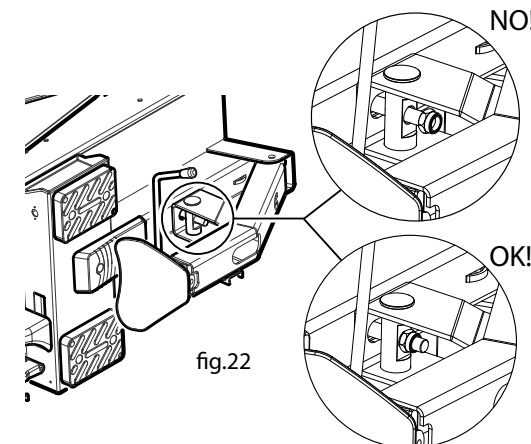
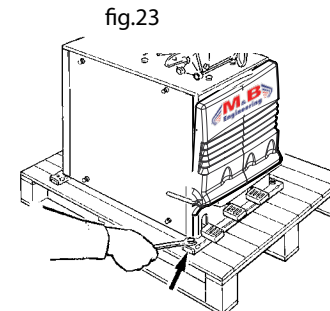

fig.22
fig.23
when installing the machine make sure that the nut is correctly fastened in the bead breaking cylinder rod as shown in the figure 22, an incorrect mounting compromises the functioning and represents a danger for the operator.
Pendant l'installation de la machine s'assurer que l'écrou soit vissé correctement dans la tige du cylindre détalonneur comme indique la figure 22. Un montage incorrect préjuge le fonctionnement et représente un danger pour l'opérateur.
Bei der Installation der Maschine sicherstellen, dass die Mutter richtig im Abdrückzylinderschaft eingeschraubt ist, wie in der Abb. 22. Eine unrichtige Montage beeinträchtigt den Betrieb und bringt den Bediener in Gefahr (Abb. 23).
durante la instalación de la maquina, asegurarse de que la tuerca esté correctamente atornillada al vástago del cilindro destalonador como se indica en la figura 22. Un montaje incorrecto es perjudicial para el funcionamiento y representa un peligro para el operador (Fig.23).
- Svitare i 2 dadi che fissano la macchina al pallet (fig.23).
- Unscrew the two bolts that fix the machine to the pallet (fig.23).
- Dévisser les 2 écrous qui fixent la machine à la palette (fig.23).
- Die zwei Muttern abschrauben, mit denen das Gerät auf der Holzpalette festgemacht ist (Abb. 23).
- Destornille las 2 tuercas que fijan la máquina sobre el palet (fig. 23).